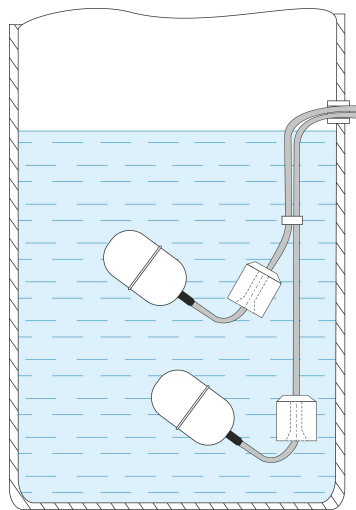

Рис. 1
- 1.1. Подберите грузило весом 1–2 кг и закрепите его на кабеле на нужном уровне, как указано на рис. 1.